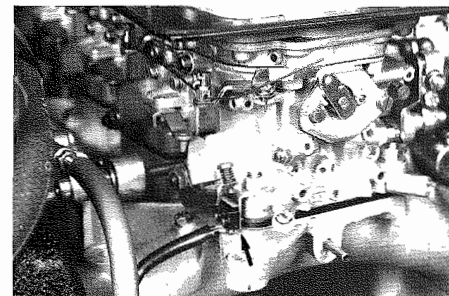

Fig. 19 - Microinterruttore
- Staccare il microinterruttore comando depressione (**Fig. 19**).
- Disconnect vacuum control micro-switch (**Fig. 19**).